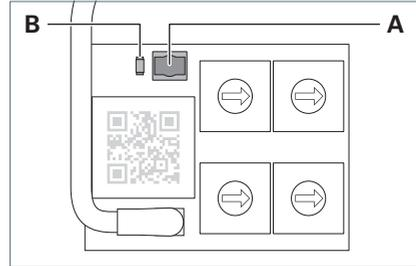

Fig. 14: Tasto e LED.
- ▶ Premere il tasto **A** e tenerlo premuto per 20 secondi, vedere Fig. 14.